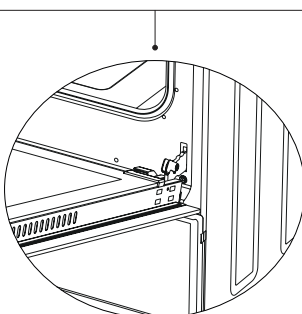

Figure 14.2
2. Ouvrez la charnière le plus possible, comme le montre la Figure 14.2. Placez les deux charnières reliant le four à la porte dans la même position.